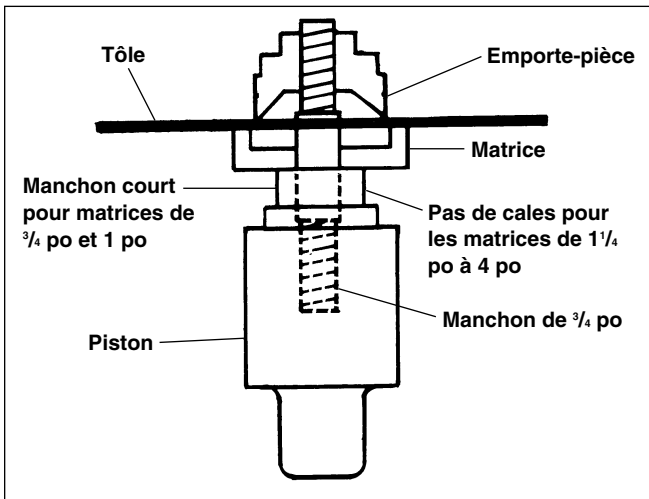

Figure 4 – Décochage des trous de 3/4 po à 4 po
4. Passez la partie fileté du manchon à travers l'avant-trou déjà percé, puis vissez l'emporte-pièce sur ce filetage jusqu'à ce que la pointe de l'emporte-pièce touche à peine la surface du matériau (*Figure 4*). Actionnez la pompe comme indiqué ci-dessous.